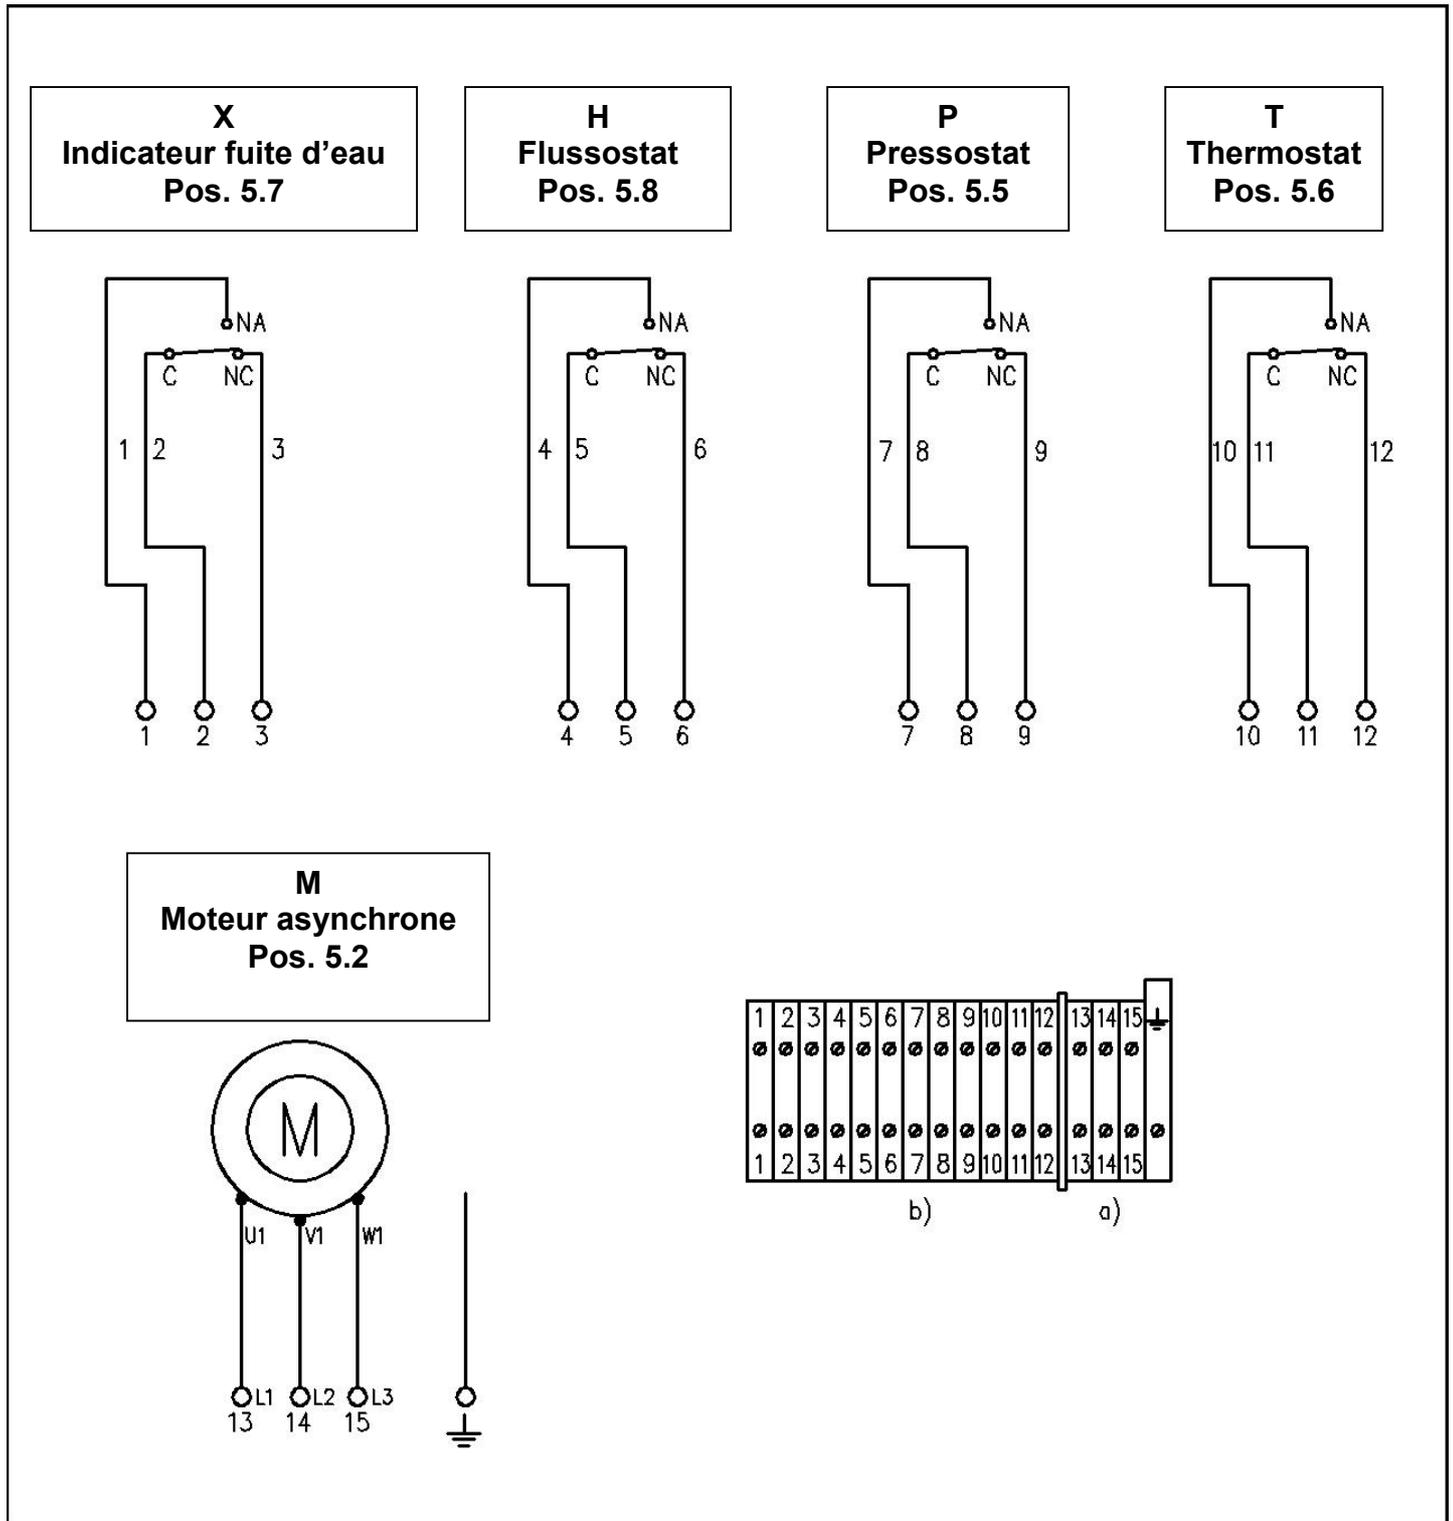

Fig. 9 – Schéma électrique pour échangeur de chaleur air-eau
c.7 Appareils de contrôle (voir schéma de fig. 9)